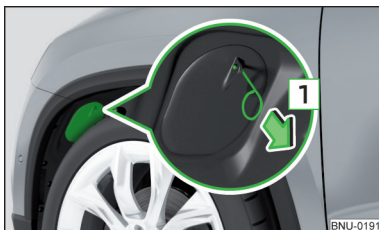

Fig. 350
- Aduceți roțile din față într-o poziție care să vă permită accesul la apărătoarea respectivă » fig. 350.
- Introduceți capacul și presați-l în deschiderea aferentă » fig. 350. Capacul trebuie să se fixeze bine.